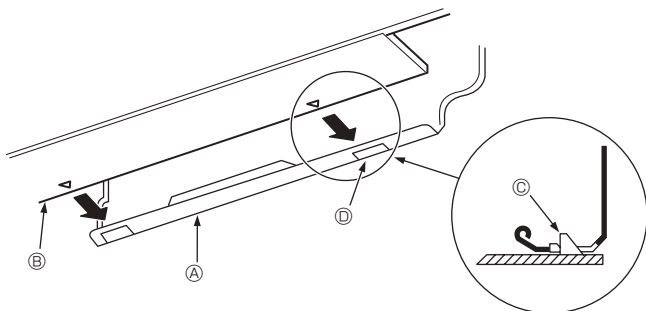

Fig. 3-10
- Terwijl u de koelleiding en de afvoerleiding in het gat in de muur steekt, hangt u de bovenzijde van de binnenunit aan de ophangplaat ①.
- Duw vervolgens het onderste gedeelte van de binnenunit op de ophangplaat ① om het apparaat te bevestigen. (Fig. 3-10)
* Controleer of de knoppen aan de onderzijde van de binnenunit stevig in de ophangplaat ① zijn bevestigd.